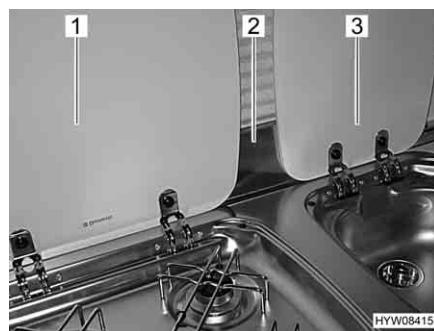

Fig. 167 Lastra proteggifiamma e coperture
Prima della cottura, agganciare la lastra proteggifiamma (Fig. 167,2) al telaio della finestra. La lastra proteggifiamma copre così l'area tra le coperture del lavandino (Fig. 167,3) e il fornelletto a gas (Fig. 167,1).
- Agganciare la lastra proteggifiamma (Fig. 167,2).
- Aprire la copertura del fornelletto a gas (Fig. 167,1).